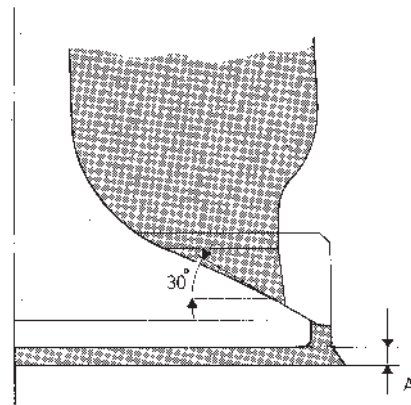

Fig. 40 Usinage des sièges de soupapes d'admission
- Réaliser ou rectifier les sièges de soupapes. Pour la rectification des sièges, enlever le moins de matière possible, juste ce qui est nécessaire pour donner aux sièges la forme et la surface de contact requises. Les sièges de soupapes doivent être remplacés lorsque la distance entre « A » (figures 40 et 41) mesurée avec une soupape neuve, dépasse 1,5 mm.
Un nouveau siège peut être rectifié jusqu'à ce que la distance entre le plan de culasse et la surface supérieure de la soupape « A », voir les figures 40 et 41, soient de 0,7 à 1,1 mm, à l'admission comme à l'échappement.
Les sièges de soupapes doivent être remplacés lorsque la distance « A » (figures 40 et 41), mesurée avec une soupape neuve, dépasse 1,5 mm.